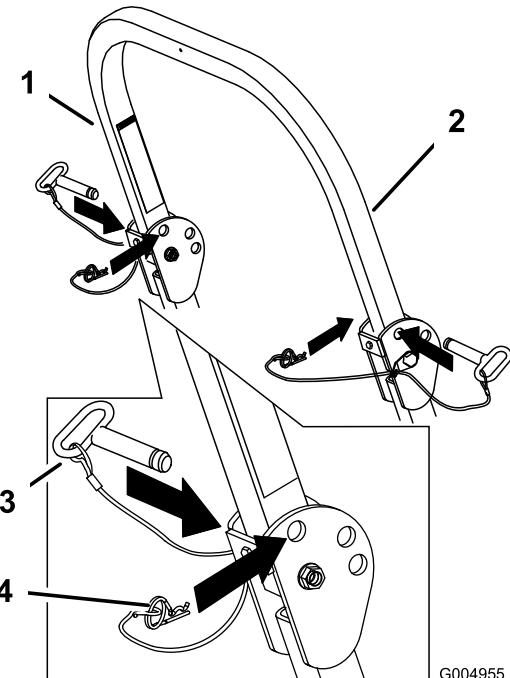

Figura 9
1. Retire las chavetas y retire los dos pasadores (Figura 9).
3. Instale los dos pasadores y sujételos con las chavetas (Figura 9).
4. Para elevar la barra anti-vuelco, retire la chaveta y los dos pasadores (Figura 9).
5. Eleve la barra anti-vuelco a la posición vertical, instale los dos pasadores y sujetelos con las chavetas (Figura 9).